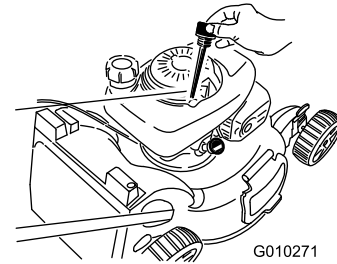

Figura 39
6. Retire la varilla del tubo de llenado de aceite (Figura 39).